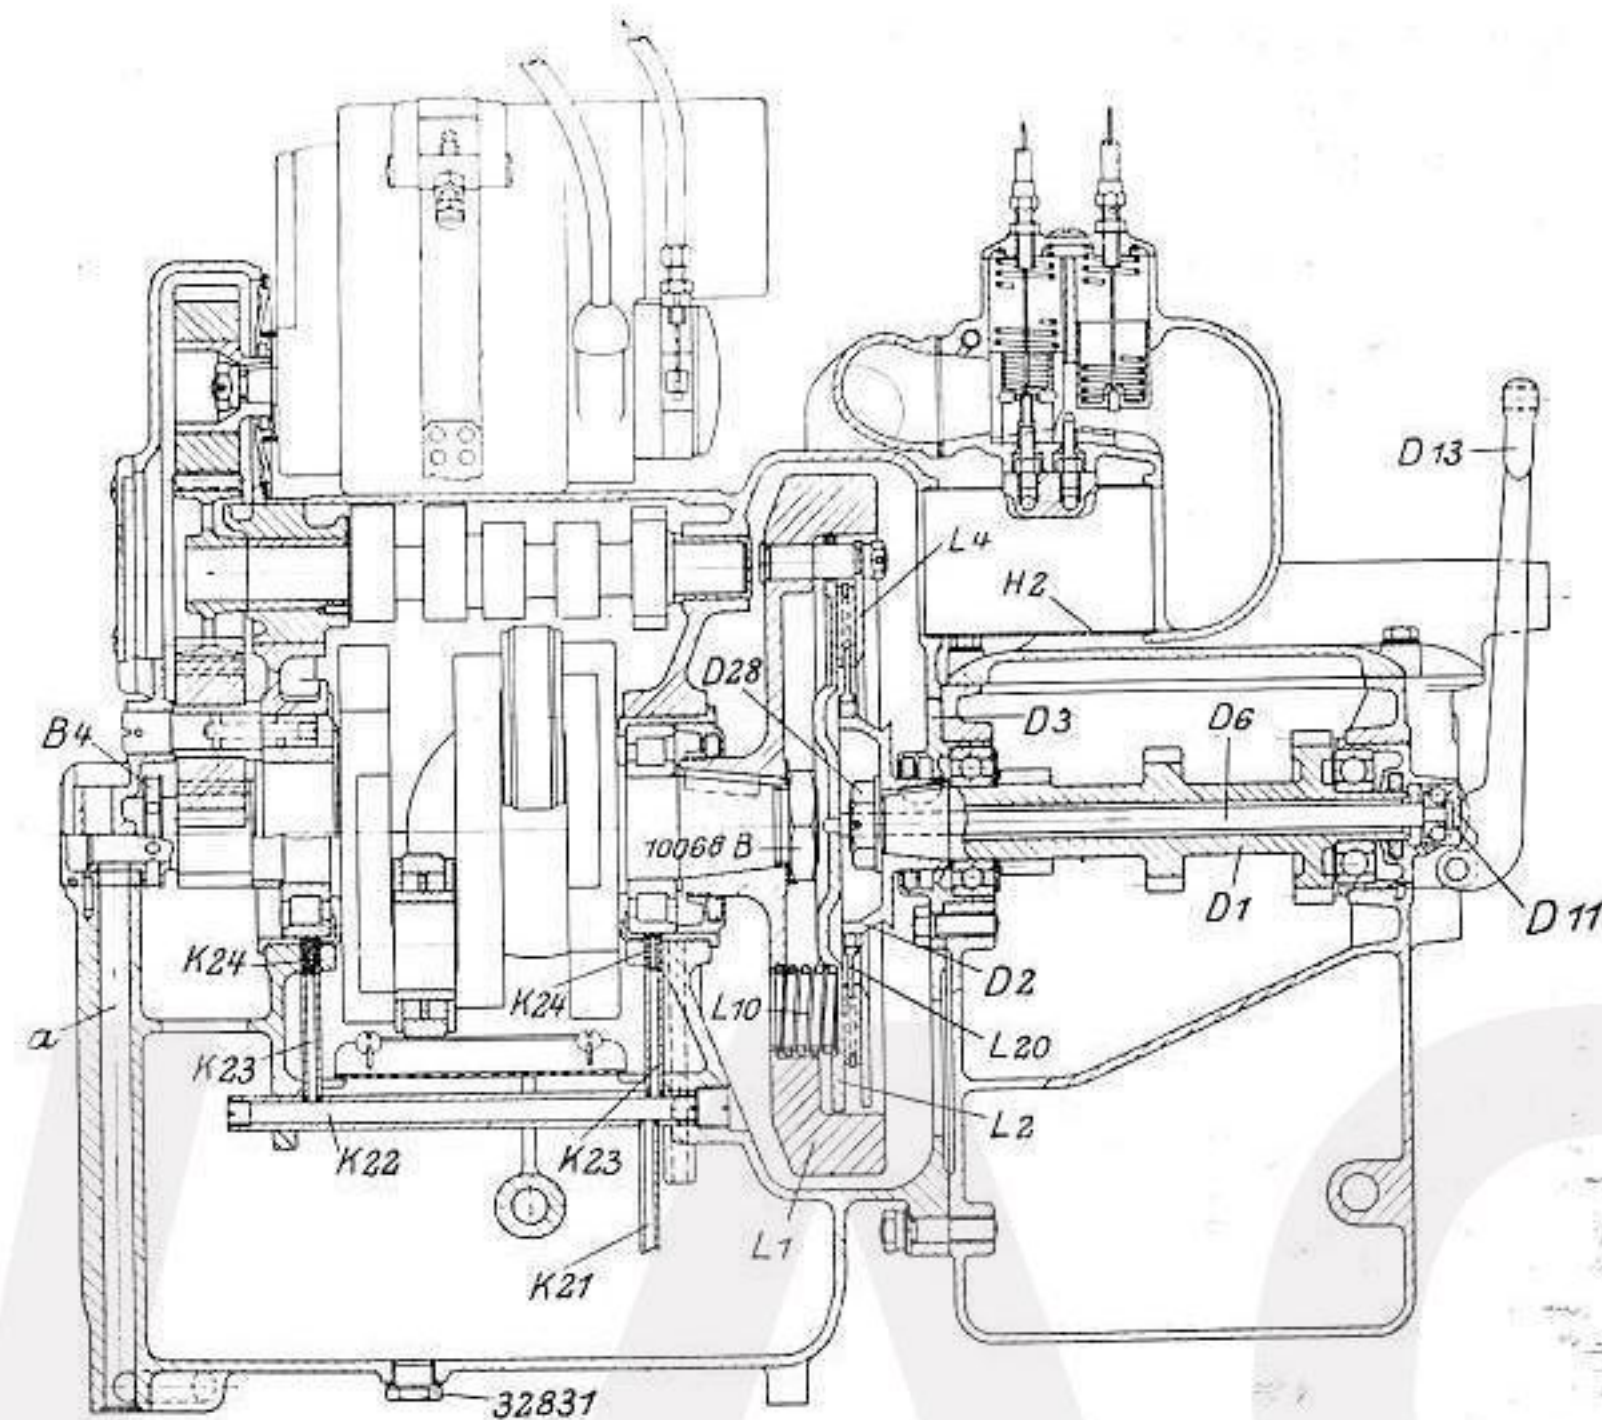

Abb. 9.
7. Entlüftung: Die Entlüftung des Kurbelgehäuses ist durch einen mit dem Antriebsrad für Steuerung verbundenen Drehschieber B 4 (Abb. 9) gesteuert, der von dem vorderen Kurbelwellenende aus angetrieben wird, sodaß der im Motorgehäuse durch das Einwärtsgehen der Kolben entstehende Überdruck durch die in das Gehäuse eingegoßene Leitung a ins Freie geführt wird. Auf diese Art wird im Motorgehäuse ein geringer Unterdruck erzielt, der ein Austreten von Öl an den Trennfugen des Motorgehäuses wirksam verhindert.
10. Kupplung: Als Kupplung dient eine in Abb. 9 im Schnitt gezeigte Einscheibenkupplung. Der treibende Teil ist das Schwungrad L 1, das auf dem Konus der Kurbelwelle aufgekeilt und durch Mutter 10168 B gesichert ist. Sechs auf der Scheibe des Schwungrades sitzende Kupplungsfedern L 10 liegen mit ihrem anderen Ende in Vertiefungen eines Drucktellers L 2 und pressen diesen gegen eine beiderseitig mit Reibbelag versehene Kupplungsplatte L 20. Hierdurch drückt letztere gegen die nicht verschiebbare Schlußscheibe L 4 und nimmt diese bei der Drehung des Motors mit. Die Kupplungsplatte L 20, die auf der Kupplungsklaue D 2 sitzt, überträgt somit die Drehung auf die Hauptwelle D 1 des Getriebes.
Der Betätigungshebel für die Kupplung befindet sich am Ende des linken Lenkergriffes (Abb. 24) und wirkt durch einen Bowdenzug auf den am Getriebeende des Motorblockes befindlichen Kupplungshebel D 13 (Abb. 9). Das Ausrücken der Kupplung und somit Unterbrechung der Kraftübertragung auf das Getriebe erfolgt durch Anziehen des Betätigungshebels am Lenker, wodurch der Druckteller L 2 von der Kupplungsplatte L 20 durch die Druckstange D 6 abgehoben wird.
Beim Einfüllen des Oles in das den Ölbehälter bildende Kurbelgehäuse verfähre man stets mit besonderer Sorgfalt, damit keine Unreinigkeiten in die Oldüse gelangen und diese verstopfen. Der Einfülltrichter muß mit einem engmaschigen Siebe oder einem Filter versehen sein und die Einfüllung bis zur oberen Ringmarke des Ölstandprüfstabes vorgenommen werden. Nach etwa 300, 600, 1000 und dann alle 1000 km Fahrt ist das ganze Öl aus dem Gehäuse abzulassen und durch neues zu ersetzen (vgl. auch Abb. 1). Zum Ablassen des verbrauchten Oles entferne man die am Boden des Motorgehäuses befindliche Verschlußschraube 32831 (Abb. 9) mittels des dem Werkzeuge beigegebenen Schlüssels, worauf das Öl abfließt. Den Olseihier reinige man bei dieser Gelegenheit durch Auswaschen mit Benzin.